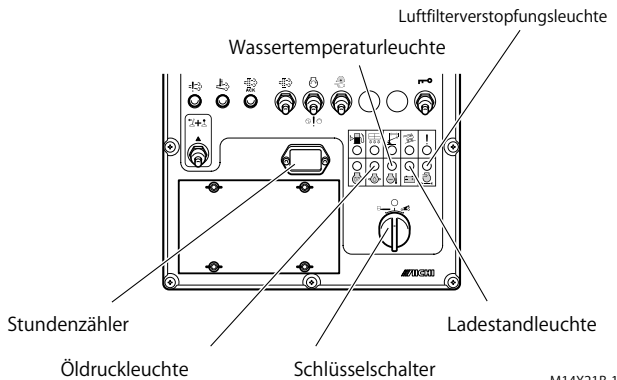

Fig. 8-4
- Leuchtet oder blinkt eine der Leuchten in Abb. 8-4 während des Betriebs auf, so halten Sie diesen an und führen Sie bei Bedarf eine Inspektion durch. (Zu Einzelheiten zu den jeweiligen Leuchten siehe Kapitel 4, „Namen der Komponenten und Funktionen“)